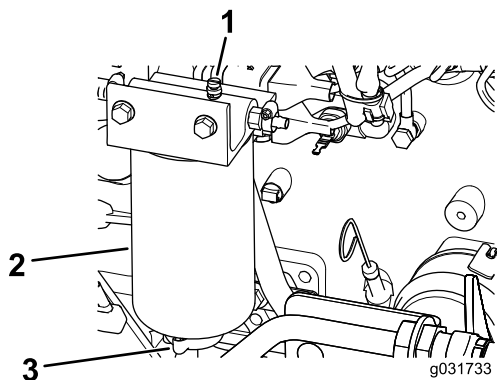

図 88
2. フィルタ容器 図 88 下部のドレンプラグをゆるめて水や異物を流し出す。
2. ベントプラグをゆるめ、ドレンバルブを開いて、少量の燃料を排出する 図 88。